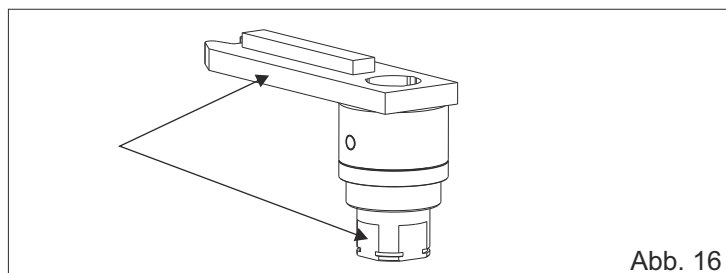

Abb. 16
**N.B:** Es wird empfohlen, die Kurbel mit der Kurbelwelle erst dann zusammen zu schweißen, nachdem auch der Compact Antrieb installiert wurde, um den verfügbaren Lauf und den Punkt des gewünschten Verzögerungsbeginns voll zu nutzen (Ausführung mit hydraulischer Verzögerung). Vor der Schweißung darauf achten, dass sich eine der Ebenen der Kurbelwelle mit einer Seite der Kurbel überschneidet (siehe Abb. 16 und 17), um den größten Winkel mit dem mechanischen Stopps Kit zu garantieren.